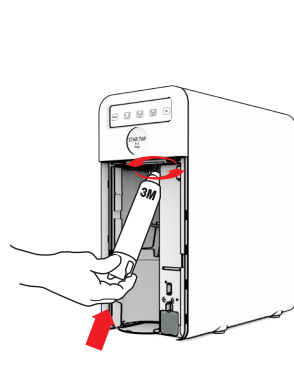

Fig. 3-29
30.13 - Inserire il filtro nella testata spingendolo verso l'alto e ruotandolo in senso orario fino a raggiungere il punto di blocco, vedi Fig. 3-29. Prendere la bombola CO₂ e rimuovere il tappo di protezione, avvitarla al riduttore in senso orario, qualora ci fosse un leggero sfiato, è da ritenersi normale, vedi Fig. 1-14.